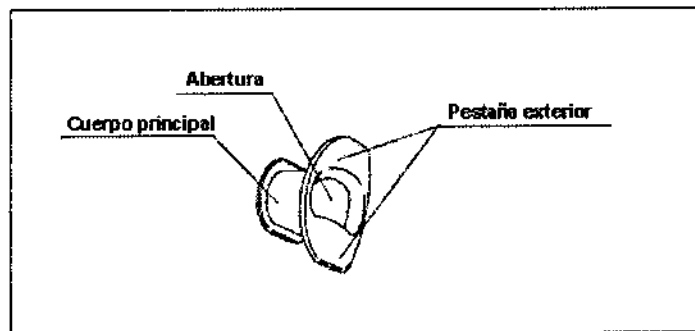

Figura 3.10
1. Asegúrese de que el abrebocas no presente roturas, deformaciones o decoloración (véase la figura 3.10).
2. Utilizando los dedos, compruebe que no existan arañazos, roturas u otras irregularidades en las superficies del abrebocas (véase la figura 3.10).